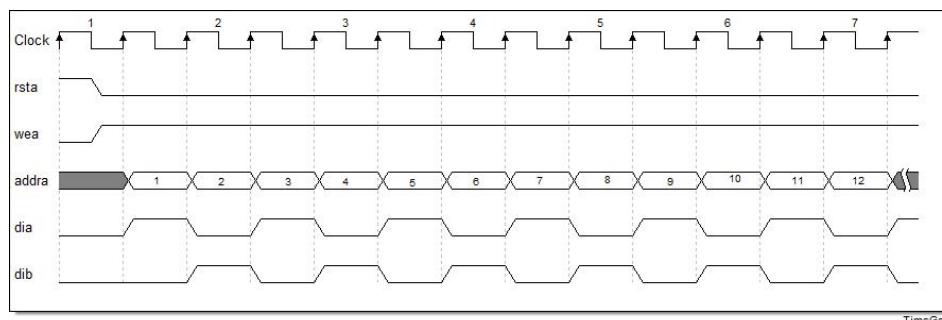

图 26 单口模式时序参考图
1. 单口模式 (Single Port RAM) 时序图，图 26 为根据上述单口模式配置的时序参考图。